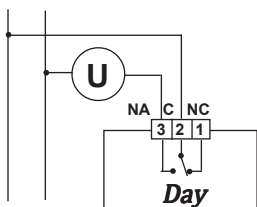
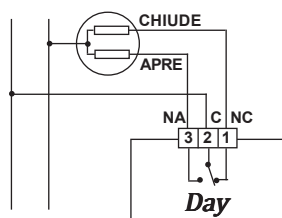

Fig.2a
Fig.2b
- 1 • Effettuare il collegamento elettrico come da Fig.2a/Fig.2b.